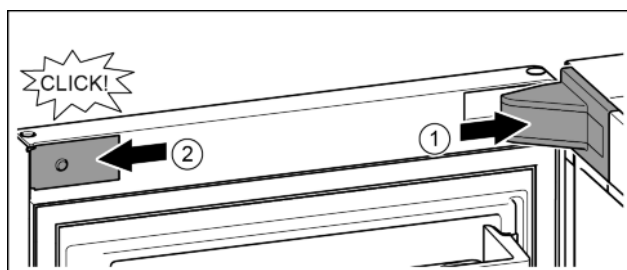

Fig. 19
- Nasad'te a zaklapněte kryt stojanu ložiska, příp. opatrně přitlačte od sebe. Fig. 19 (1)
- Z boku nasad'te záslepku a zaklapněte. Fig. 19 (2)